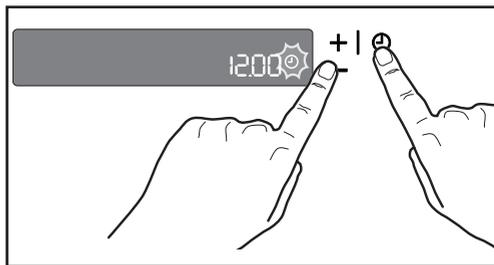

Рис. 16
2. Одновременно нажмите на кнопки  и “\_”. Вы услышите короткий звуковой сигнал, на дисплее появится индикация текущего времени **12:00** (Рис. 16).